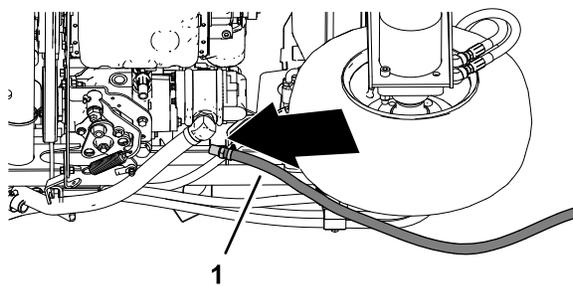

图48
1. 如图48 所示在机器底部将油冷却器回流软管与右机架槽对齐。